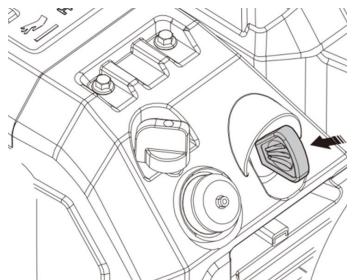
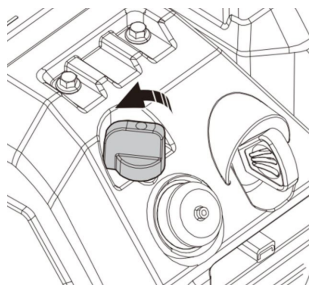
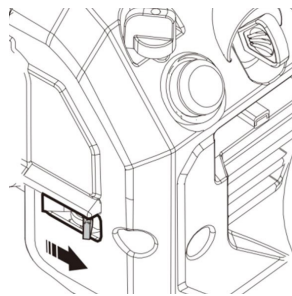

Рис. 19
Рис. 20
Рис. 21
Переведите контактный ключ включения системы зажигания до упора, что будет соответствовать положению «Запуск» (ON), в результате чего электрическая схема агрегата будет готова к запуску (Рис. 19). Для запуска «холодного» двигателя переместите рычаг воздушной заслонки (до упора влево) в положение «Закрыто» (Рис. 20). Рычаг топливного крана переместите до упора вправо, чтобы топливо поступало в двигатель (Рис. 21).